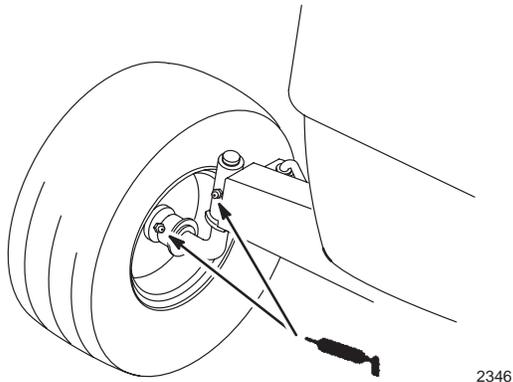

Figure 23
1. Graissez les roues avant et les fusées d'essieu jusqu'à ce que la graisse commence à sortir des roulements (Fig. 23).